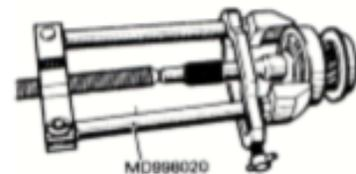

Fig. 7
b. Quitar el anillo de seguridad y extraer el cojinete con un extractor, luego el engranaje, el cojinete de agujas, el aro de acoplamiento y el cono de sincronización. Fig. 7